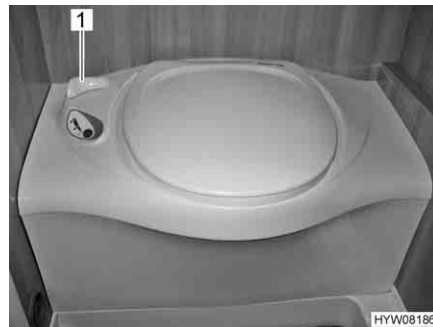

Fig. 201 Inodoro Thetford
- Antes del lavado, abrir la corredera del inodoro Thetford. Para ello, girar la palanca de corredera (Fig. 201,1) en sentido contrario a las agujas del reloj.
- Tras el lavado, cerrar la corredera. Para ello, girar la palanca de corredera (Fig. 201,1) en sentido de las agujas del reloj.